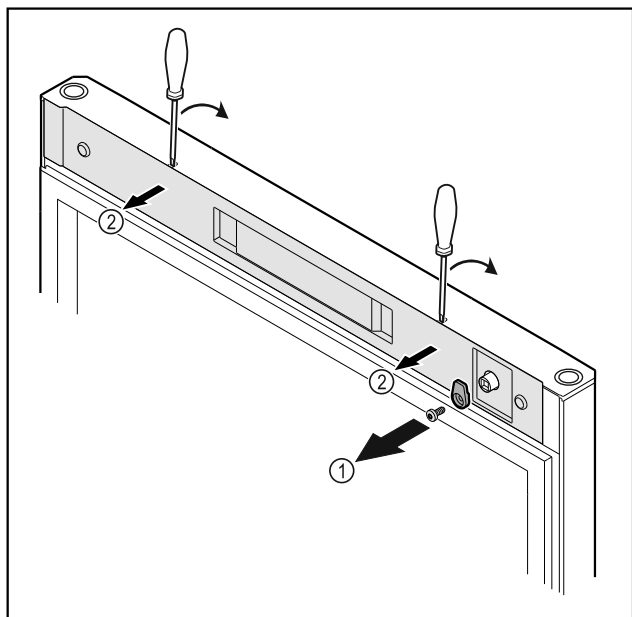

Fig. 9
- ▶ Открутите запорный крючок Fig. 9 (1).
- ▶ С помощью небольшой отвертки освободите крышку Fig. 9 (2) от фиксации и снимите ее.